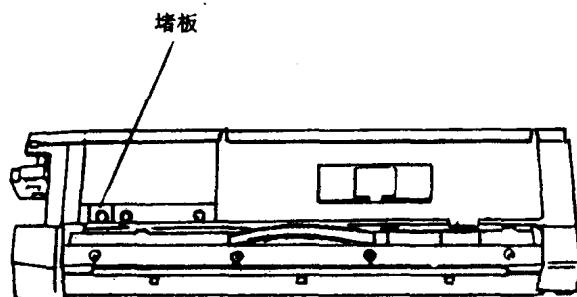
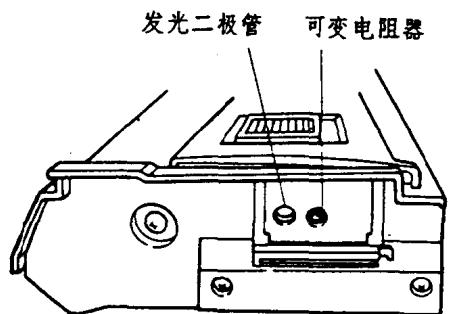

图 1-1-3
图 1-1-4
- (9) 选择试验/校核维修状态，按“0”和“1”数字键。
- (10) 按彩色选择键，复印机将操作三分钟。
- (11) 拿掉门开关压板，并仔细地从复印机中取出 CD 组件，保持水平状态。
- (12) 将堵板装入 CD 组件，再将 CD 组件装入复印机中。如图 1-1-3 所示。
- (13) 将 CD 组件的可变电阻逆时针转到头。
- (14) 将门开关压板插入门开关，使电源接通。
- (15) 选择试验/校核维修状态，按“0”和“1”数字键，再按彩色选择键。
- (16) 复印机正在操作时，顺时针转动可变电阻，直至发光二极管开始闪烁。如图 1-1-4 所示。
- (17) 连续顺时针转动可变电阻直至发光二极管刚刚开始稳定地发光。